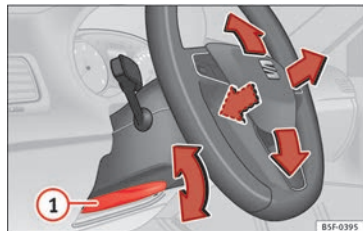

Abb. 15 Hebel auf der linken unteren Seite der Lenksäule.
• Lenkradposition einstellen: Ziehen Sie den Hebel » » **Abb. 15** ① nach unten, bringen Sie das Lenkrad in die gewünschte Position und schieben Sie den Hebel wieder nach oben, bis er seine Verriegelungsposition erreicht.